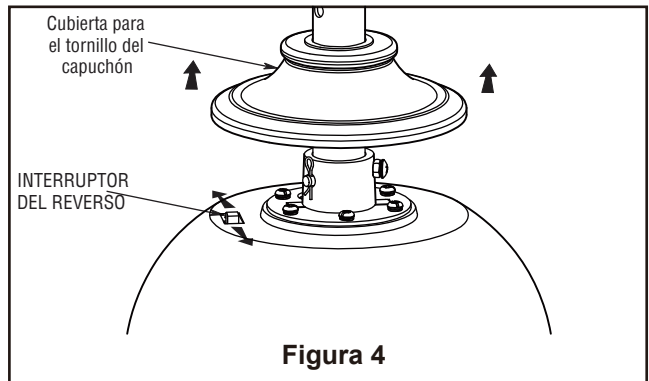

Figura 4
4. Si se desea que el flujo del aire vaya en la dirección opuesta, apague el ventilador y espere a que se detengan las palas. Deslice la carcasa de la cubierta para visualizar el interruptor del reverso. Deslice el interruptor del reverso ubicado en la parte superior del motor hacia la posición opuesta y encienda de nuevo el ventilador. (Figura 4)